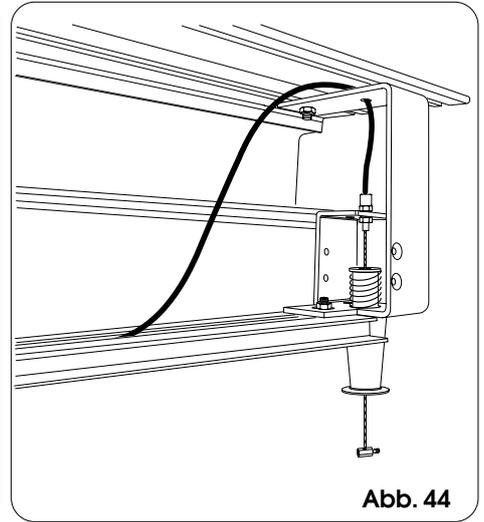

Abb. 44
- Das ummantelte Kabel entsprechend dem Seitenbügel positionieren, wie in Abb. 44 erläutert. Den Stahldraht in den Freigabegriff einziehen und am Ende eine Klemme befestigen, deren Zapfen angezogen wird (Abb. 44).